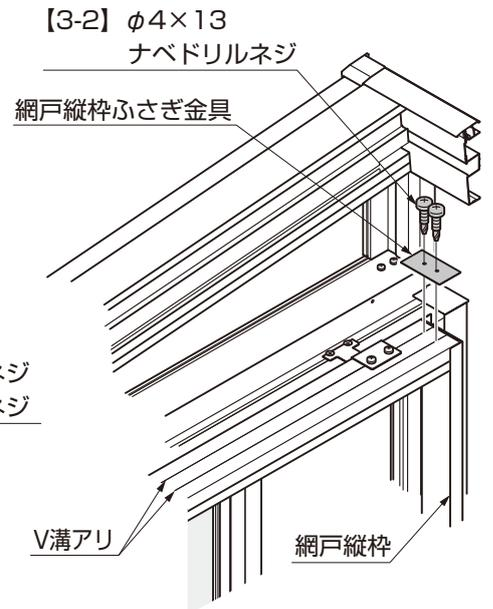

図3-9
- ⑤縦枠塞ぎ金具を縦枠の角に合わせ、縦枠断面が見えないようにして【3-2】で取付けてください。(図3-9参照)